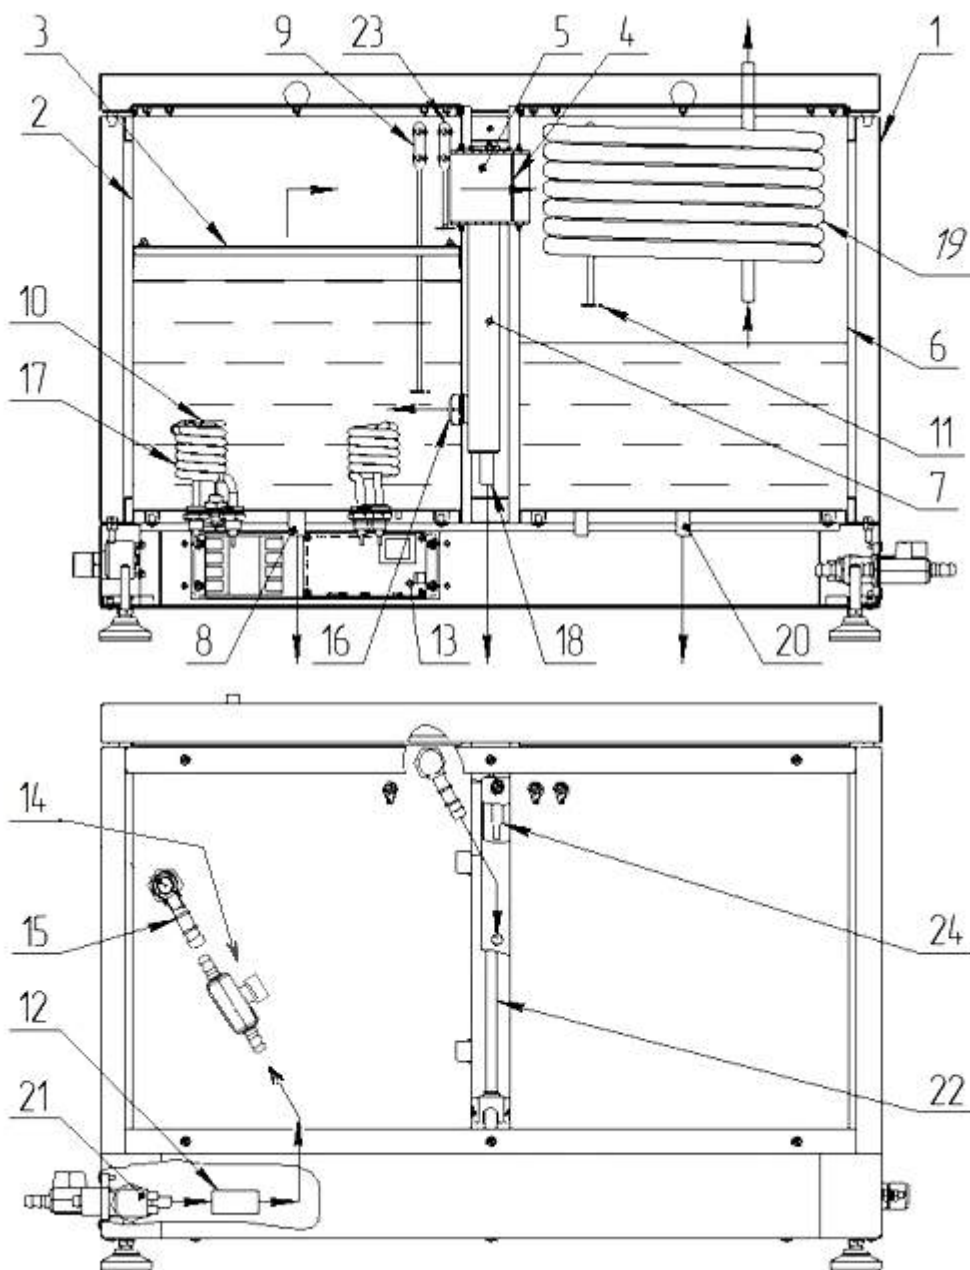
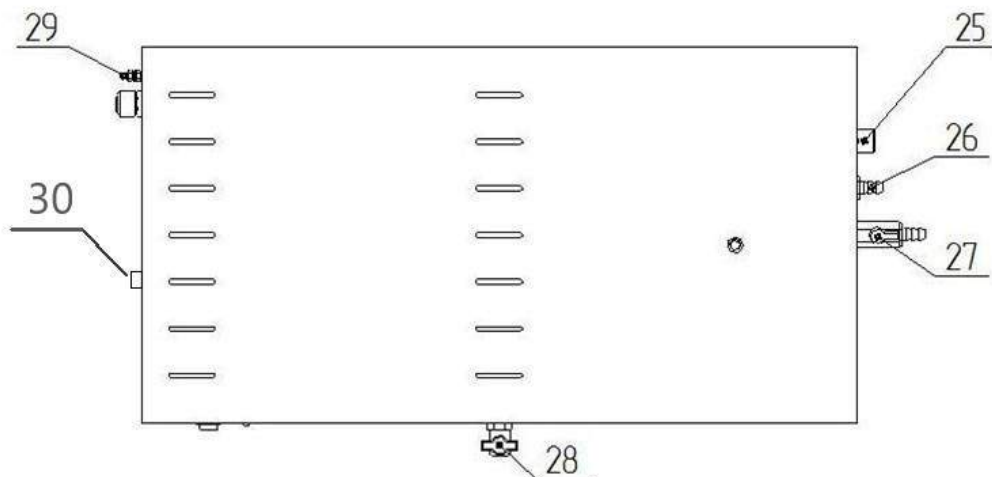

Рисунок 1. Устройство аквадистилляторов электрических Liston A 1104, Liston A 1110, Liston A 1125, где:
Рисунок 2. Схема подключения к штуцерам и клемме заземления аквадистилляторов электрических Liston A 1104, Liston A 1110, Liston A 1125, где:
Компоненты электрической схемы поз.13 (Рисунок 1) расположены в нижней части основания. На переднюю панель основания аквадистиллятора слева направо выведены сигнальные лампы с обозначениями «СЕТЬ», «ПОДАЧА ИСХОДНОЙ ВОДЫ», «ДОСТАТОЧНЫЙ УРОВЕНЬ ВОДЫ В ИСПАРИТЕЛЕ», «НАГРЕВ», «ПОЛНЫЙ НАКОПИТЕЛЬ», «АВАРИЯ».
срабатывание клапана поз.21 подачи исходной воды (Рисунок 1) - загорается сигнальная лампа «ПОДАЧА ИСХОДНОЙ ВОДЫ». Как только уровень воды в испарителе достигнет нижнего датчика контроля уровня в испарителе поз. 9, загорается сигнальная лампа «ДОСТАТОЧНЫЙ УРОВЕНЬ ВОДЫ В ИСПАРИТЕЛЕ», далее автоматика включает нагревательные элементы поз.17, при этом загорается сигнальная лампа «НАГРЕВ».
4.2.1.5. Дистиллированную воду можно получать в непрерывном режиме, не используя Сборник поз.6, отбирая дистиллят через Сливной кран поз.28 (Рисунок 2) на передней панели в другие емкости.
4.2.2.3. При достижении уровнем воды в Испарителе поз.2 (Рисунок 1) Нижнего датчика поз.9 (контакт LOW на Рисунке 3, Рисунке 4), срабатывает магнитный пускатель КМ 1.1 и подключает напряжение к электронагревателям ЕК.
4.2.2.6. При наполнении сборника дистиллята до Датчика уровня поз.11 (Рисунок 1) (контакт HIGH на Рисунке 3, Рисунке 4), автоматика отключает нагрев воды и перекрывает Входной клапан подачи воды Y1. При сливе дистиллята из накопителя автоматика вновь открывает входной клапан Y1 и включает нагрев воды.
4.2.2.7. При переливе воды в Испарителе поз.2 (Рисунок 1) или Уравнителе поз.7, уровень воды достигает верхнего датчика контроля уровня в Испарителе поз.23 и датчика контроля уровня в Уравнителе поз.24 (контакт ALARM на Рисунке 3, Рисунке 4) автоматика отключает нагреватели ЕК и входной клапан Y1, при этом загорается красная сигнальная лампа «АВАРИЯ». Для продолжения работы необходимо выключить сетевой выключатель S1 (Сеть), устранить причину перелива и включить повторно тумблер S1 (Сеть).
тра Клапана поз.25 (Рисунок 2) и для удобной регулировки и контроля давления в системе подачи воды.
6.11. Присоединить штуцер ДУ8 (для аквадистиллятора Liston A 1104) с наружной резьбой 1/2", либо ДУ12 (для аквадистилляторов Liston A 1110 и Liston A 1125) с наружной резьбой 1/2" через уплотнительную ленту к Крану поз.28 (Рисунок 2). Подсоединить силиконовую трубку к штуцеру и закрепить пластиковой стяжкой.
6.12. Присоединить штуцер ДУ8 (для аквадистиллятора Liston A 1104) с наружной резьбой 1/2", либо ДУ12 (для аквадистилляторов Liston A 1110 и Liston A 1125) с наружной резьбой 1/2" через уплотнительную ленту к Крану поз.27 (Рисунок 2)
Подключить шланги слива, один к Штуцеру 26- сливу охлаждающей воды (Рисунок 2), второй к Крану-штуцеру поз.27 - сливу отработанной воды из испарителя. Соединения шлангов со штуцерами стянуть хомутами, входящими в комплект поставки.
(ВАЖНО: Шланг слива охлаждающей воды из Штуцера поз.26 (Рисунок 2) должен располагаться под уклоном и на нем не должно быть вертикальных изгибов. Шланг не должен упираться во внутреннюю стенку сливной трубы. При необходимости можно укоротить длину шланга. Перепад высот между штуцером поз.26 и местом подключения к сливу воды должен быть не менее 0,1-0,2 м. Если не выполнить данные требования по установке слива, уровень воды в Испарителе поз.2 (Рисунок 1) и Уравнителе поз.7 может начать повышаться, а при достижении Верхнего датчика контроля уровня поз.23 или Датчика контроля уровня поз.24, автоматика выключит дистиллятор, при этом загорится красная сигнальная лампа «АВАРИЯ».)
6.14. Подключить наливной шланг к Штуцеру поз.25 (Рисунок 2)
6.16. Проверить, что нижний Датчик контроля уровня поз.9 (Рисунок 1) не касается стенок Испарителя поз.2 и Рассекателя потока пара поз.3. В противном случае электронагреватели начнут работать в отсутствие достаточного уровня воды. При этом произойдет аварийное выключение дистиллятора из-за повышения температуры электронагревателей выше 150°C.
6.17. Проверить, что Датчик уровня дистиллята поз.11 (Рисунок 1) не касается стенок Конденсатора поз.6 и Теплообменника поз.19. В противном случае автоматика будет считать что сборник наполнен дистиллятом, автоматика отключит нагрев воды и перекроет входной клапан подачи воды.
6.18. Проверить, что Датчики поз.23 (Рисунок 1) и поз.24 не касаются стенок Испарителя поз.2 и Уравнителя поз.7. В противном случае, автоматика будет считать, что произошел перелив воды и выключит дистиллятор, при этом загорится красная сигнальная лампа «АВАРИЯ».
7.3. Перед первым использованием или после технического обслуживания необходимо проверить, что нижний Датчик контроля уровня поз.9 (Рисунок 1) не касается стенок Испарителя поз.2 и Рассекателя потока пара поз.3. В противном случае электронагреватели начнут работать в отсутствие достаточного уровня воды. При этом произойдет аварийное выключение дистиллятора из-за повышения температуры электронагревателей выше 150°C.
7.4. Перед первым использованием или после технического обслуживания необходимо проверить, что Датчик уровня дистиллята поз.11 (Рисунок 1) не касается стенок Конденсатора поз.6 и Теплообменника поз.19. В противном случае автоматика будет считать, что сборник наполнен дистиллятом, отключит нагрев воды и перекроет входной клапан подачи воды.
7.5. Перед первым использованием или после технического обслуживания необходимо проверить, что Датчики поз.23 и поз.24 (Рисунок 1) не касаются стенок Испарителя поз. 2 и Уравнителя поз.7. В противном случае, автоматика будет считать, что произошел перелив воды - выключит дистиллятор, при этом загорится сигнальная лампа «АВАРИЯ».
7.6. Закрывать кран-штуцер слива воды из Испарителя поз. 27 (Рисунок 2).
7.9. При достижении уровнем воды в испарителе Нижнего датчика контроля уровня в испарителе поз.9 (Рисунок 1), должна загореться сигнальная лампа «ДОСТАТОЧНЫЙ УРОВЕНЬ ВОДЫ В ИСПАРИТЕЛЕ», а через некоторое время должна загореться сигнальная лампа «НАГРЕВ», при этом автоматика должна включить нагревательные элементы.
7.11. Если после выхода на рабочий режим пар выходит из дистиллятора наружу, необходимо отрегулировать расход воды, идущей на охлаждение с помощью Крана ограничения расхода поз.14 (Рисунок 1). Для этого необходимо предварительно снять заднюю стенку дистиллятора, открутив 6 винтов. Оптимальным считается режим, когда температура воды на выходе из Штуцера поз.26 (Рисунок 2) равна 60-80 градусам Цельсия. Температура сливаемой воды, идущей на охлаждение, выше 80 градусов Цельсия означает, что расход ее недостаточный, при этом пар начинает выходить из дистиллятора наружу, а температура получаемой дистиллированной воды повышается.
7.17. Через 30 минут после выключения, слить воду из камеры испарения, открыв для этого Сливной кран поз.27 (Рисунок 2).